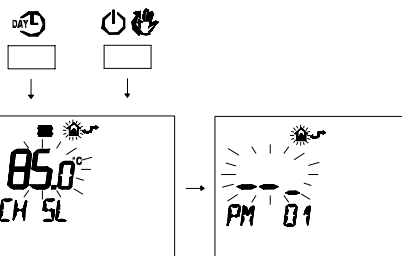

Figura 5.42
- Premere contemporaneamente i pulsanti DAYL e P per entrare nella programmazione trasparente (Figura 5.42).